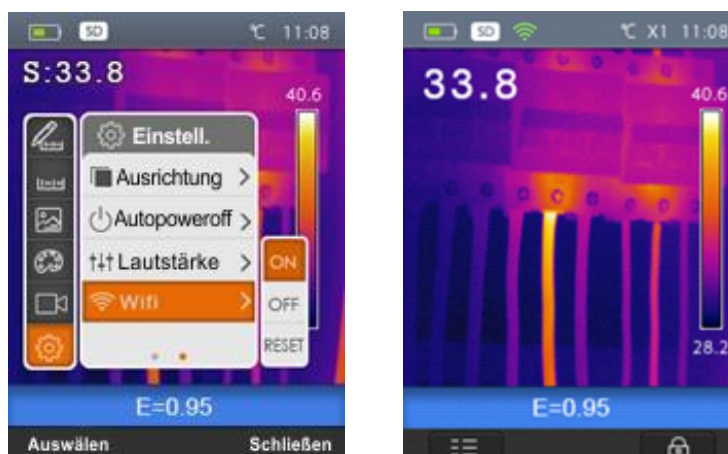

Abb. 16: WiFi Verbindungseinstellung
1. Wählen Sie den Punkt "WiFi" mit den Tasten oder und drücken Sie die Taste . Der Bildschirm von Abb. 16 - linke Seite wird auf dem Display angezeigt
2. Verwende die Taste oder um die Option "ON" auszuwählen (aktivieren - Symbol wird angezeigt, wie in Abb. 16 - rechte Seite) oder "OFF" (deaktivieren)